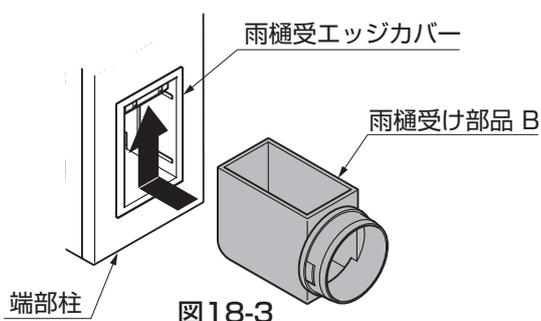

図18-3
- ②雨樋受け部品 Bを端部柱にはめ込み、上に少し持ち上げてください。(図18-3参照)